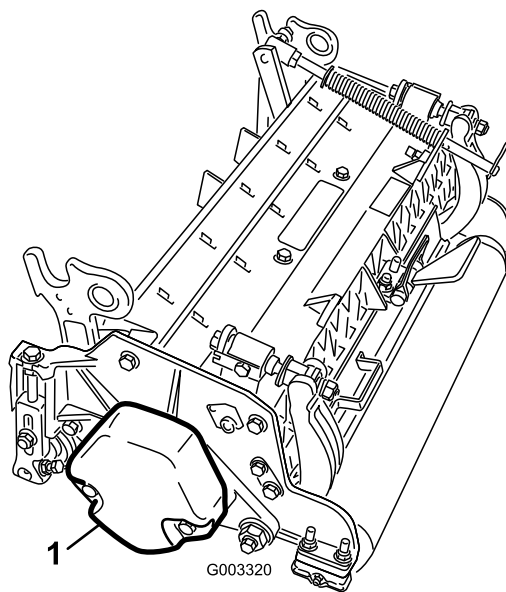

Figura 9
5. Il contrappeso (Figura 9) deve essere montato dal lato giusto dell'elemento di taglio, come descritto nel *Manuale dell'operatore* degli elementi di taglio.